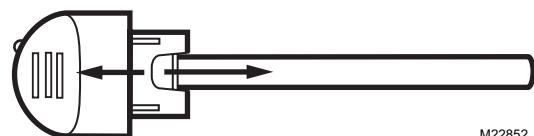

Fig. 18. Séparer la cylindre de la poignée.
5. Saisir la poignée d'une main et le cylindre de l'autre et séparer les deux pièces. Voir la Fig. 18.